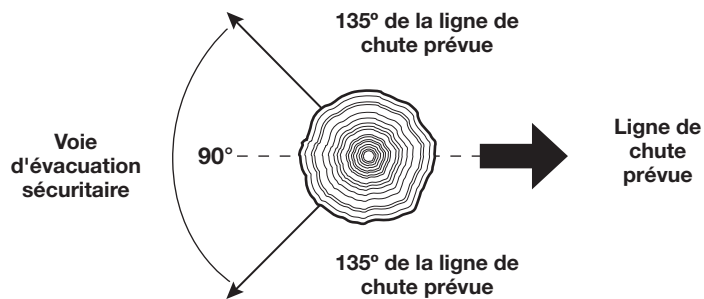

Fig. 7
- Déterminez une voie d'évacuation sûre et rapide. Dégagez la zone autour de l'arbre et assurez-vous qu'il n'y ait aucun obstacle bloquant la voie d'évacuation. Mettez en place un corridor d'évacuation de 90°, à environ 135° de la ligne de chute (Fig. 7).